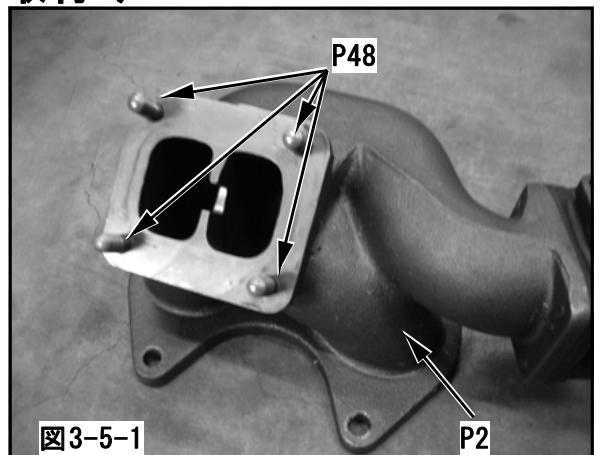

図3-5-1
(1) エキゾーストマニホールドにスタッドボルトM10を取付けてください。(図3-5-1)